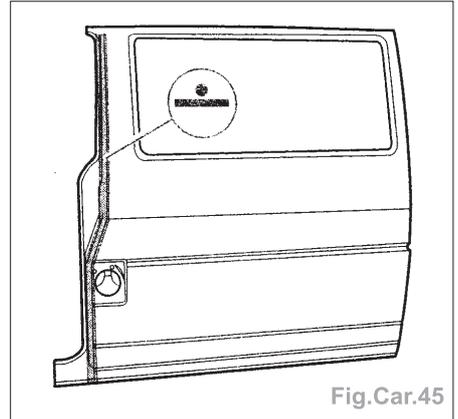

Fig.Car.45
- Avant de procéder au soudage, relier par points de soudure le panneau latéral avant et la section du montant B (Fig. Car.45).